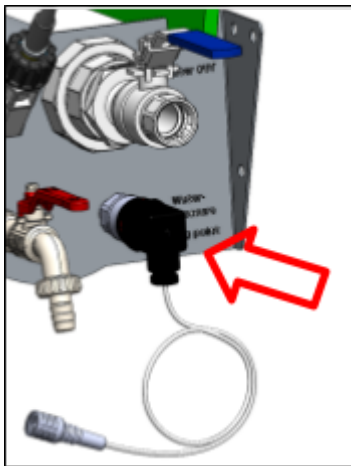

Abbildung 51.
- o Der Drucksensor ist an der rechten Seite des Mischbehälters montiert (siehe Abbildung 51).